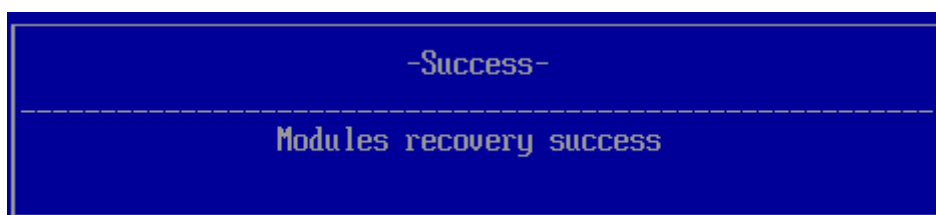

Рисунок 1.7 – Успешное восстановление модулей
1.1.9 После завершения процедуры восстановления модулей ПО изделия на экран ЭВМ будет выведено сообщение об успешности восстановления модулей (рисунок 1.7).